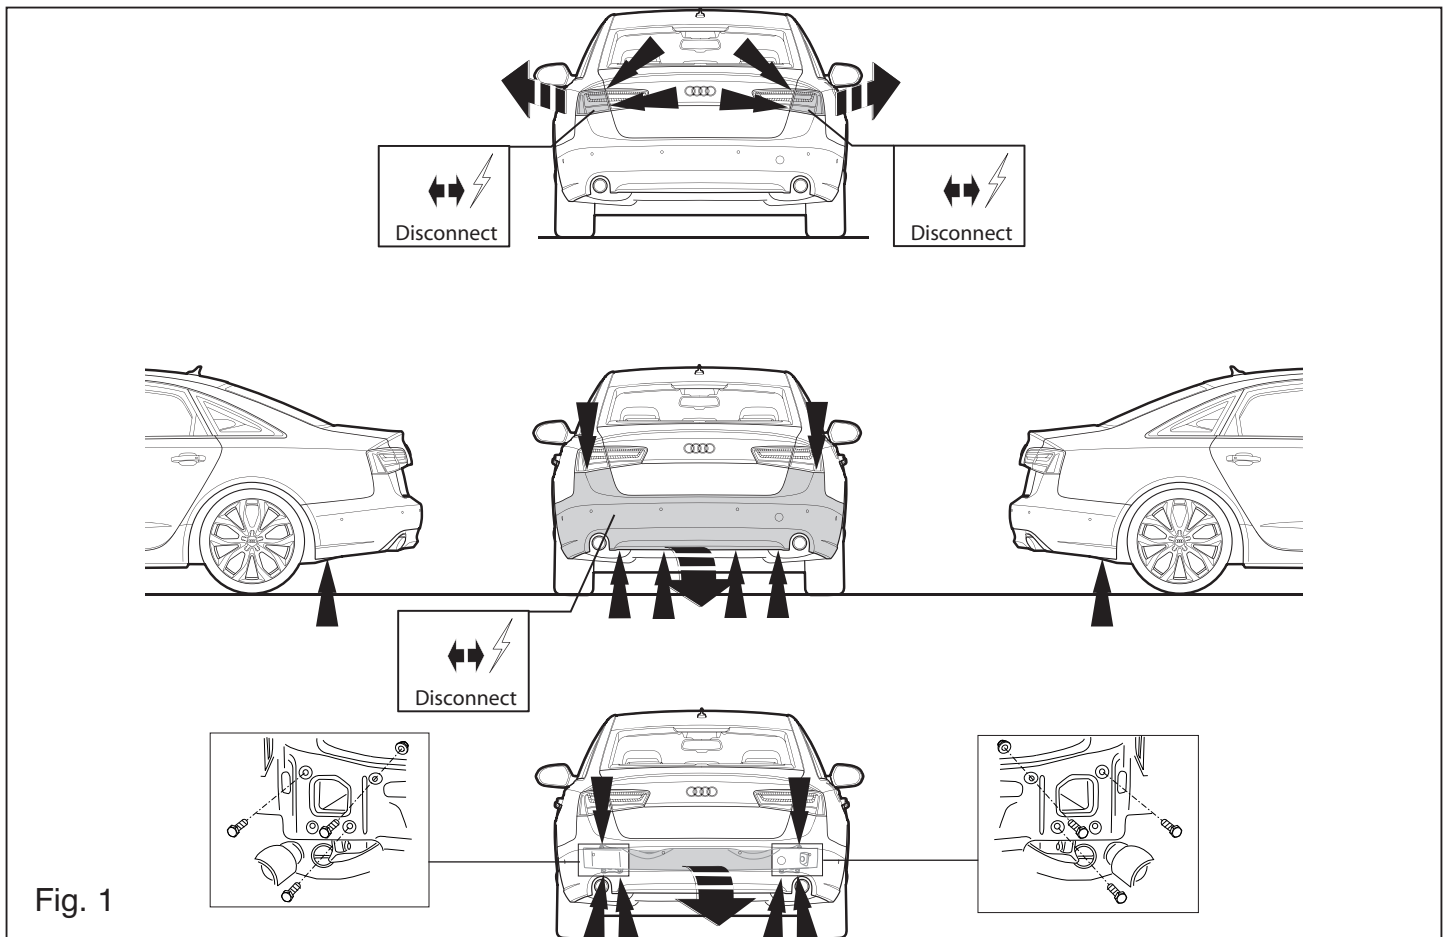

Fig. 1
wird nicht mehr benötigt. Schrauben wieder anbringen Siehe Abbildung 1/ 1a.
1. Démontez les feux arrière. Déposer le pare-chocs du véhicule y compris la traverse en acier ; la traverse ne sera plus utilisée. Remettre les boulons de fixations en place. Voir la figure 1/ 1a.
1. Снять оба блока задних фар. Снять бампер вместе со стальным буферным бруском автомобиля; буферный брус больше не понадобится. См. рисунок 1.
- . См. рисунок 1/ 1a.
1. Demonter baglysenhederne. Demonter kofangeren, inklusive køretøjets stålstødbjelke. Denne bliver overflødig. Se fig. 1/ 1a.